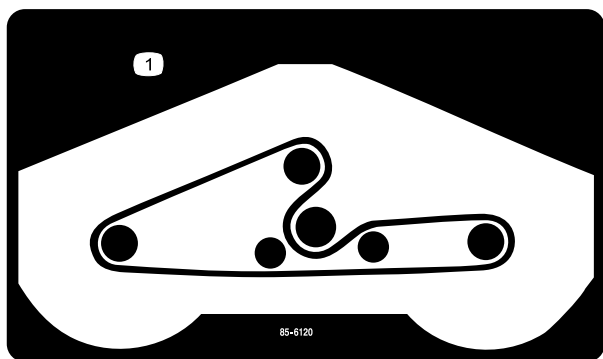

Figura 24
5. Pase la correa nueva alrededor de las poleas de los ejes y por el conjunto de la polea tensora, según se muestra en Figura 24.